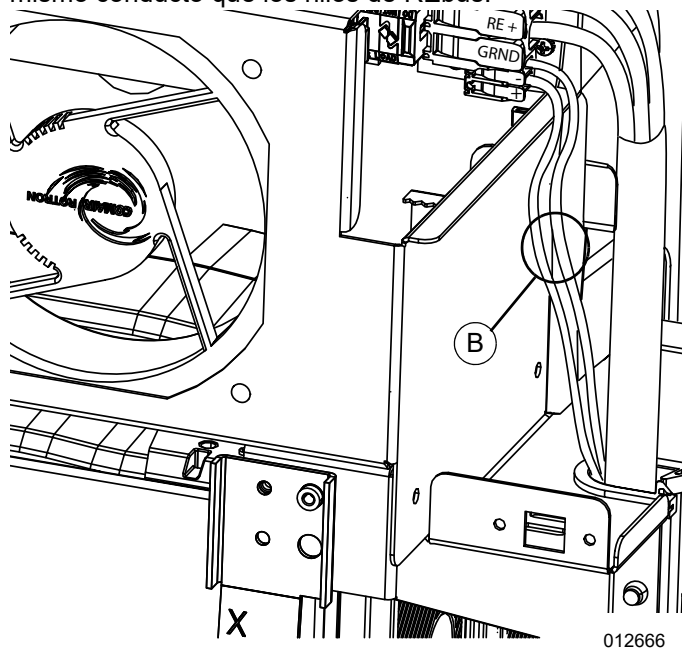

Figura 4-13. Conecte el interruptor de desconexión remota
Consulte la **Figura 4-13**. Conecte el cableado (B) al interruptor de desconexión externo (se proporciona en campo) a los terminales de DETENCIÓN de la batería. Los terminales de DETENCIÓN aceptan 20 a 12 AWG, hilo trenzado o sólido. Como se muestra, el cableado de 14 AWG THWN (600 V) se puede usar y pasar por el mismo conducto que los hilos de REbus.